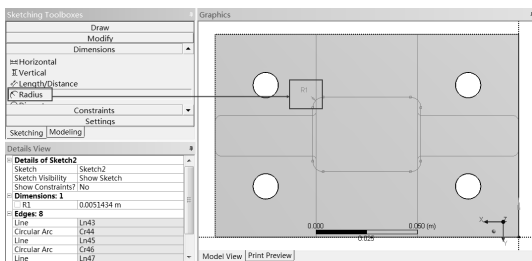

图 2-87 半径标注
Step9: 选择 Dimensions Radius 命令, 选择矩形的一个倒角圆弧, 单击鼠标确定, 如图 2-87 所示, 此时会在圆弧上标注出 R1。